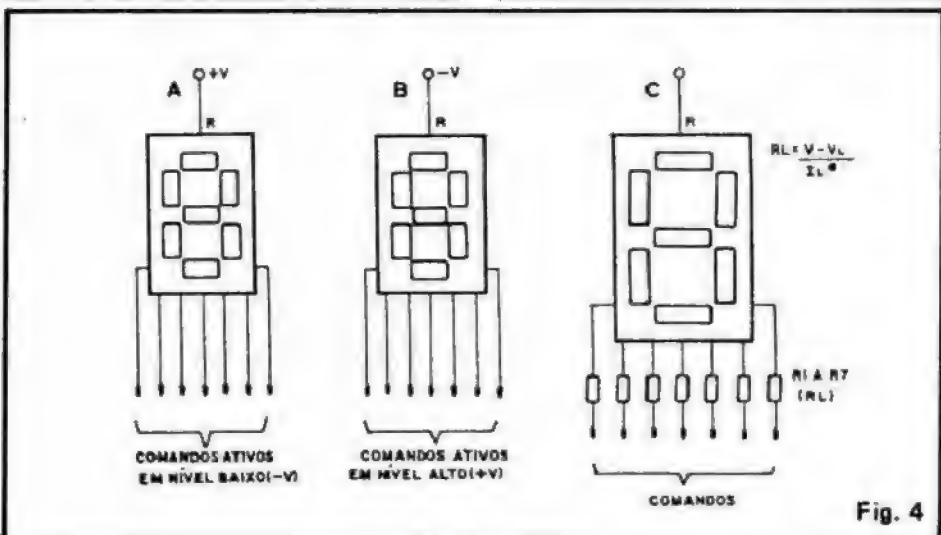

Fig. 4
– **FIG. 4** – Dá as "dicas" de como "acender" o **display**. Em 4-A temos um **display** construído no tipo **anodo comum**. Nesse caso o terminal "R" vai ao **positivo** da alimentação e
NÃO PODEMOS ESQUECER, contudo, que LEDs têm parâmetros e limites a serem respeitados (ver a "AVENTURA DOS COMPONENTES..." à pág. 16 de A.P.E. nº 2) e assim (conforme mostra a fig. 4-C) sempre que a tensão de alimentação for **superior a 2V**, **obrigatoriamente** o terminal de cada segmento deve ser protegido através de um resistor, cujo